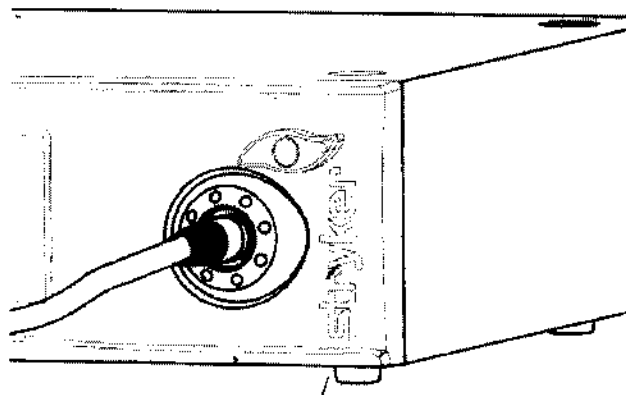

Figura 4 Introducción del cable de luz en el puerto del cable
2. Introduzca un cable de fibra óptica limpio y seco en el puerto del cable hasta que se suelte el cierre de horquilla y ésta sujete el cable en su sitio (véase la Figura 4). Tire suavemente del cable de fibra óptica para comprobar que esté bien colocado en el puerto del cable.